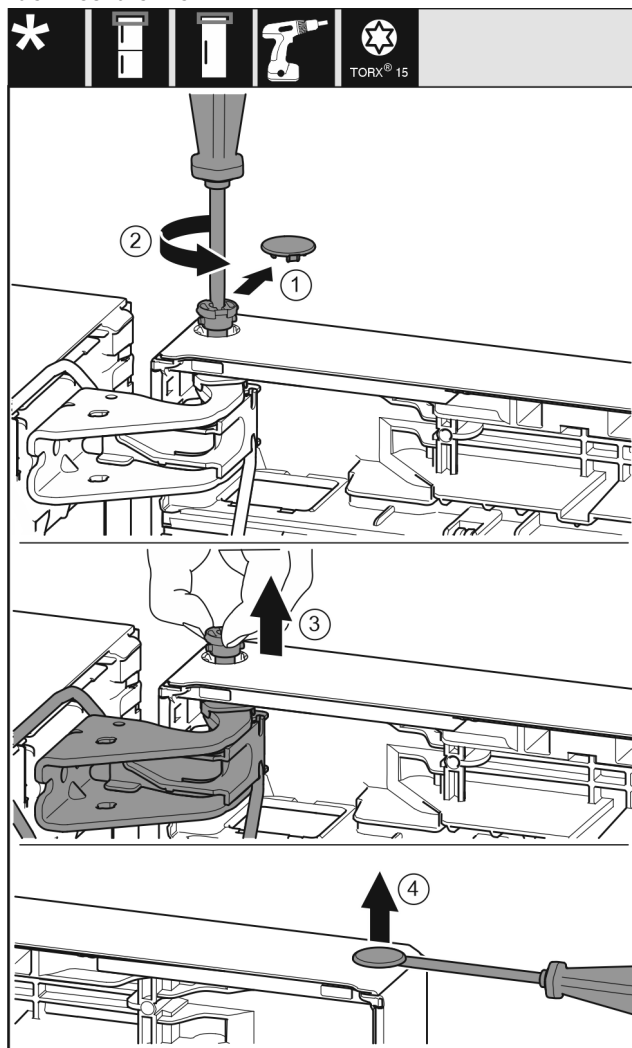

Fig. 22
- Óvatosan húzza le a biztonsági fedelet. Fig. 22 (1)
- Tekerje ki a csapot egy kissé a T15 csavarhúzóval. Fig. 22 (2)
- Tartsa meg az ajtót, és húzza ki a csapszeget az ujjával. Fig. 22 (3)
- Óvatosan emelje ki a dugaszt az ajtó csapágyperselyéből lapos csavarhúzóval, és húzza ki. Fig. 22 (4)